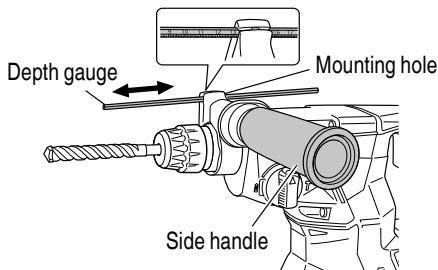

Fig. 26
7. Using depth gauge (Fig. 26)